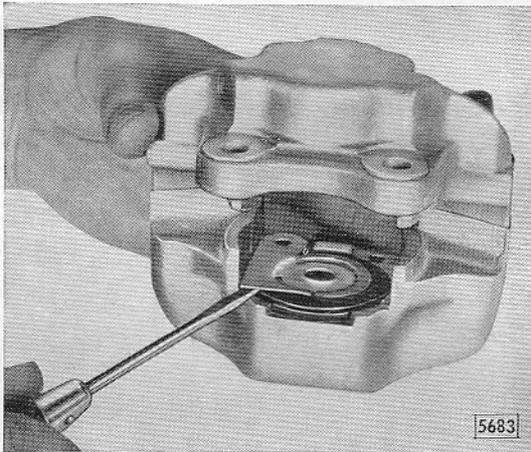
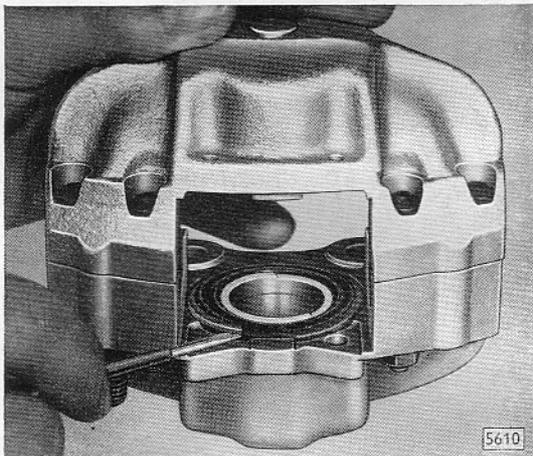

Bild B 23 - Verdrehsicherungsblech aus Kolben herausdrücken
Bild B 24 - Klemmring von Gummischutzkappe abdrücken
2. An beiden Sattelgehäusen Verdrehsicherungsblech für Kolben aus Kolben herausdrücken (Bild B 23), dann Klemmring mit dünnem Schraubenzieher von Gummischutzkappe abdrücken (Bild B 24). Kappe vom Bund des Gehäuses abziehen.